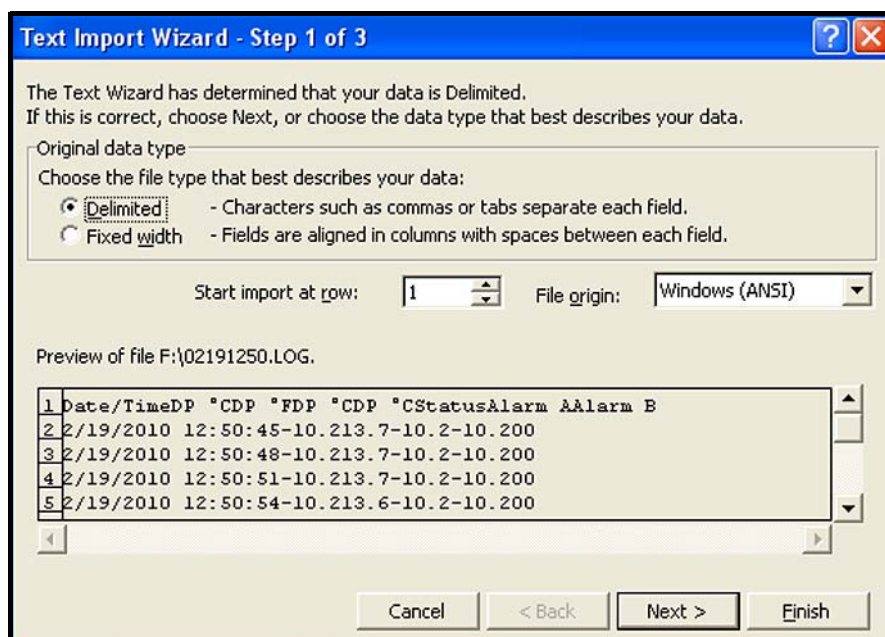

図 59 : Microsoft Excel のインポートウィザード - 手順 1
1. ファイルタイプが All Types に設定されていることを確認し、選択したログファイルを、ファイル名をダブルクリックして開きます。下の図 59 のようなウィンドウが開きます。